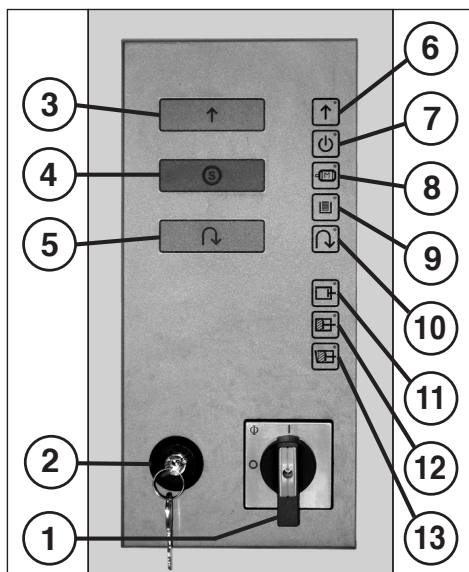

Fig. 5
2. Desbloquear el interruptor de bloqueo (2) y pulsar el pulsador de "Avance del mecanismo de corte" (3) (fig. 5).
ELEMENTOS DE MANEJO (fig. 5, 6):
(Parada de emergencia) (fig. 5)